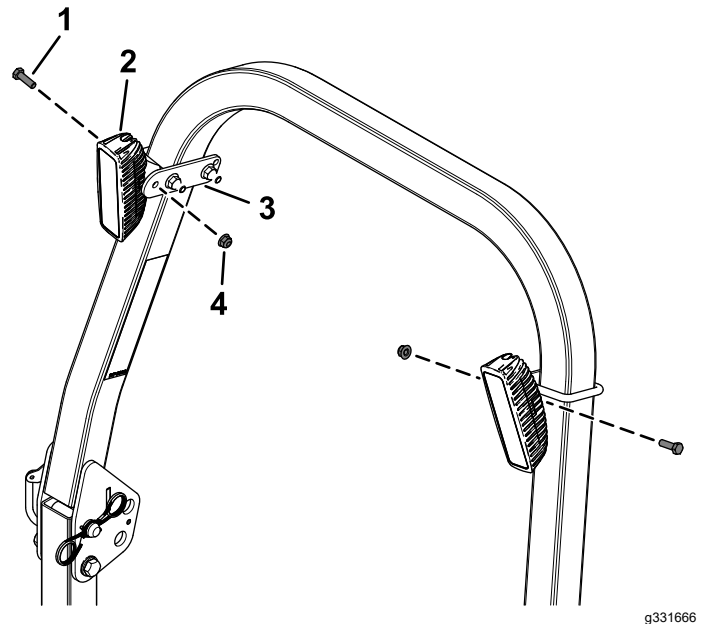

Figure 8
3. Fixez les 2 feux à LED sur les 2 plaques de montage à l'aide de 2 vis à tête hexagonale ($\frac{5}{16}$ " x 1") et 2 contre-écrous ($\frac{5}{16}$ "), comme montré à la Figure 8.